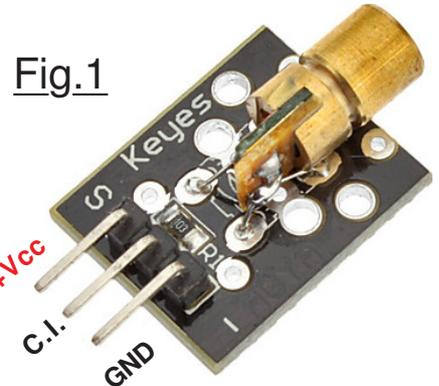
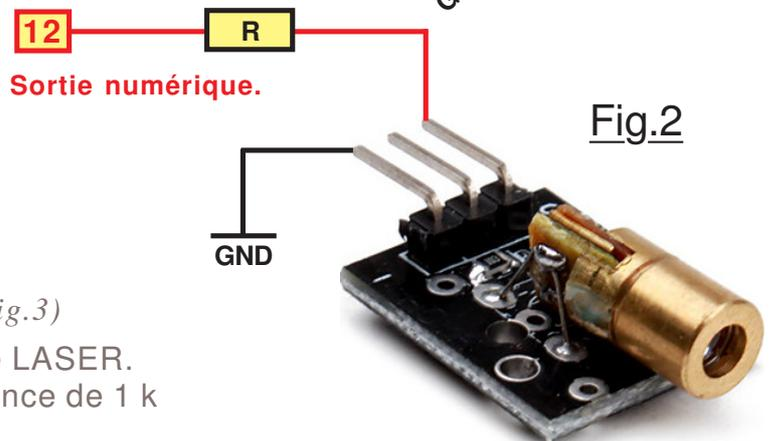
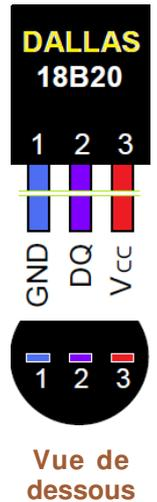

Fig.1
Fig.2
Fig.2
Incontestablement le petit module équipé d'une thermistance CTN est le plus rudimentaire des trois dispositifs décrits dans ces pages. Il est constitué d'un résistor de 10 kΩ mis en série avec une thermistance à coefficient de température négatif. La Fig.1 donne le schéma du petit circuit imprimé, la Fig.2 précise les branchements à effectuer pour interfacer avec la carte ARDUINO sur l'entrée analogique 0.
**M**ontré sur la Fig.2, ce module de mesure est constitué d'un senseur de température à base d'une thermistance à coefficient négatif de température et d'un capteur d'humidité résistif. Un microcontrôleur intégré s'occupe de faire les mesures, de les convertir et de les transmettre. Chaque module est calibré en usine et ses paramètres de calibration sont stockés dans la mémoire ROM du microcontrôleur local. Le DHT11 fait partie de ces circuits numériques qui dialoguent au moyen d'une seule ligne série bidirectionnelle "à collecteur ouvert" de type OneWire. (*Un fil*)
La Fig.1 donne le brochage du composant ainsi que celui du petit module en circuit imprimé. La Fig.2 indique comment établir la liaison avec une carte ARDUINO. La mise en œuvre sur ARDUINO est d'autant plus facile que la bibliothèque **DHT11.h** est disponible en ligne. Elle se charge des protocoles de dialogue de type série. La ligne filaire peut faire jusqu'à 20 m de longueur entre le capteur et l'U.C. de traitement utilisée, dans ce cas il faut diminuer la valeur de **R** à 4,7 kΩ. Le format des données série est de 40 bits.